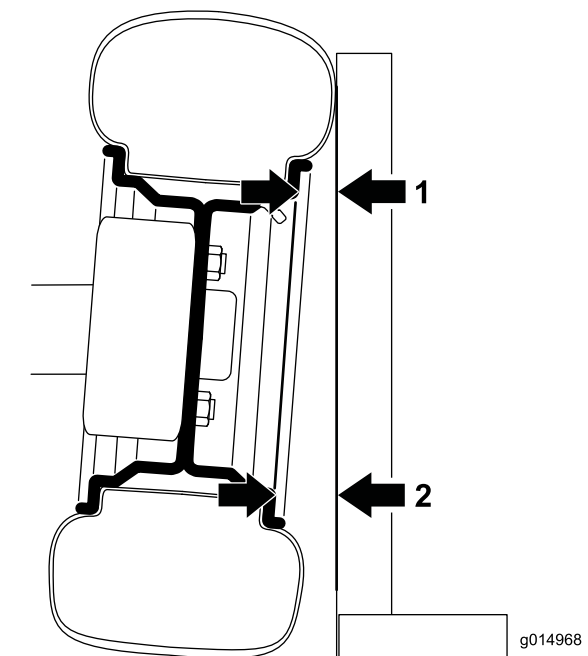

図 32
1. キャンバを測定するには、直角定規の直角の角をタイヤの正面に接触させる図 32。
2. タイヤから直角定規までの距離を、タイヤの上下でリムの同じ部分から測定する図 32。